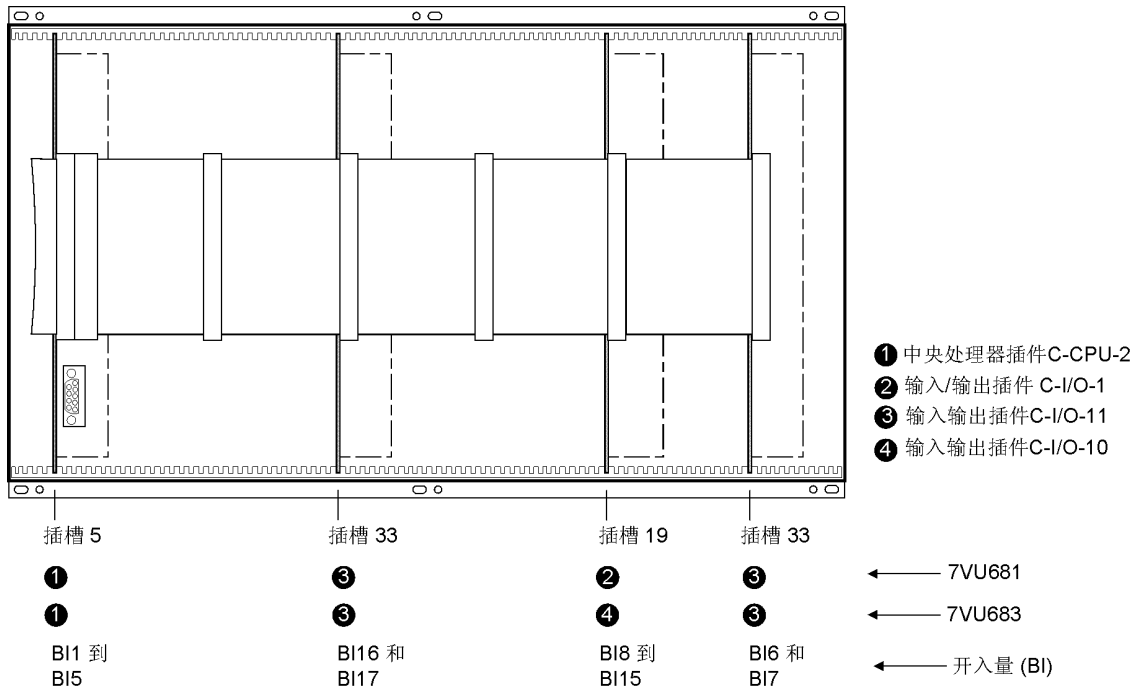
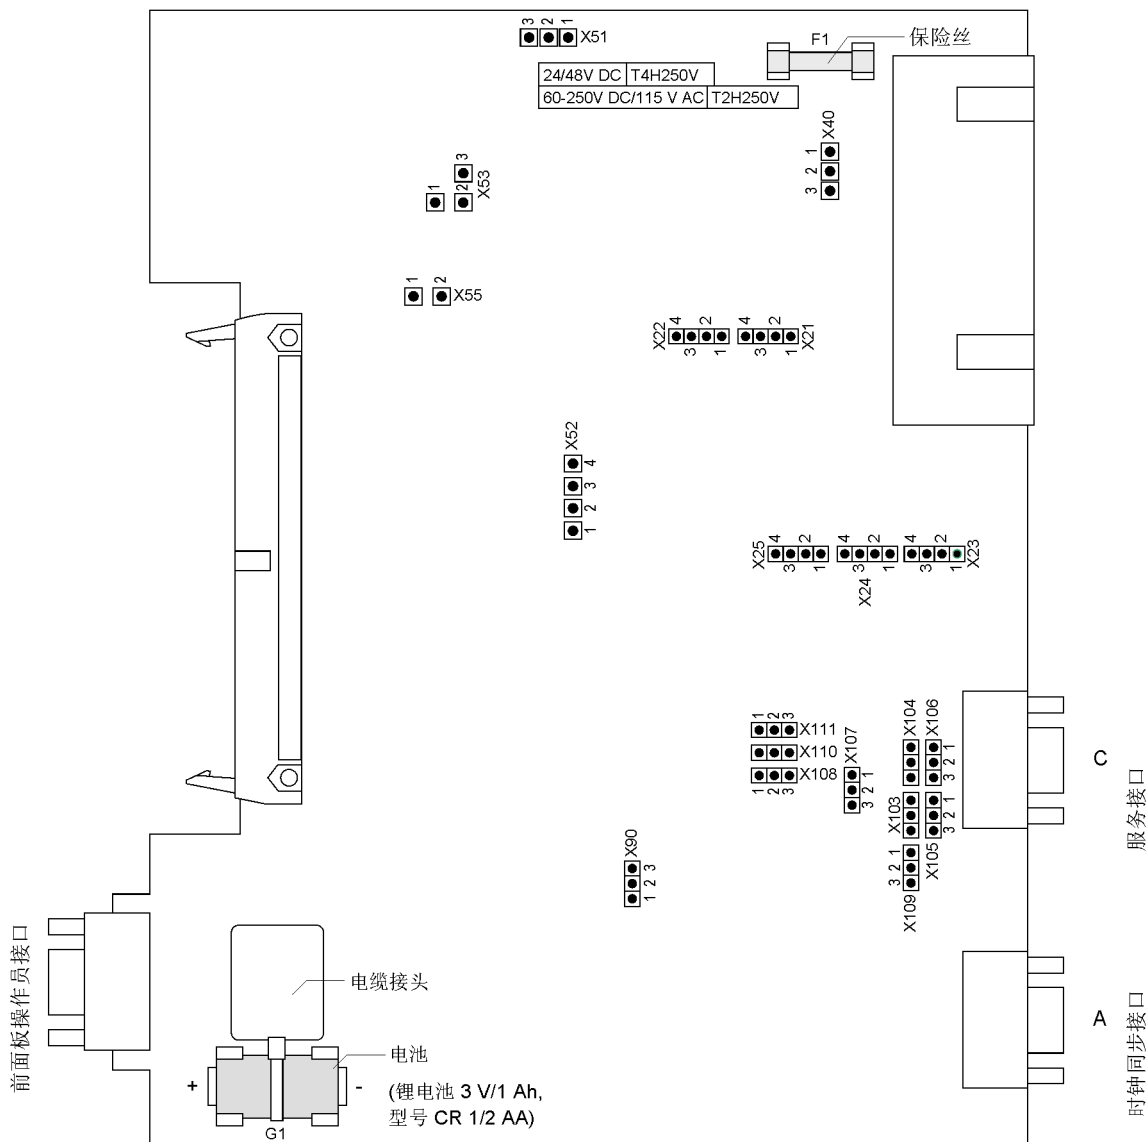

图 3-2 电源切换装置 7VU68 (安装尺寸 1/1) 移开前面面板后的前视图 (按比例缩小的简图)
图 3-3 C-CPU 中央处理器插件，电路板上配置有主板和电池的跳线开关以及小型熔断器
- 从保护装置的前面盖板处，断开前面盖板和 C-CPU-2 插件 (图 3-2 上的 1 号插件) 之间的扁平电缆。在断开电缆时，请抬起插拔式连接头的上部栓子，压下插拔式连接头的下部栓子。小心地将前面盖板放置一边。
- 断开 C-CPU-2 插件 (1) 和各 I/O 插件 (2) 到 (4) 之间的扁平电缆。I/O 插件的数量和位置根据不同型号的装置有所不同。
- 根据图 3-3 到图 3-8 的示意以及下面的信息，检查电路板上的跳线位置。可以根据需要，调整或者去掉这些跳线开关。
各模块的安装位置标示在图 3-2 中。